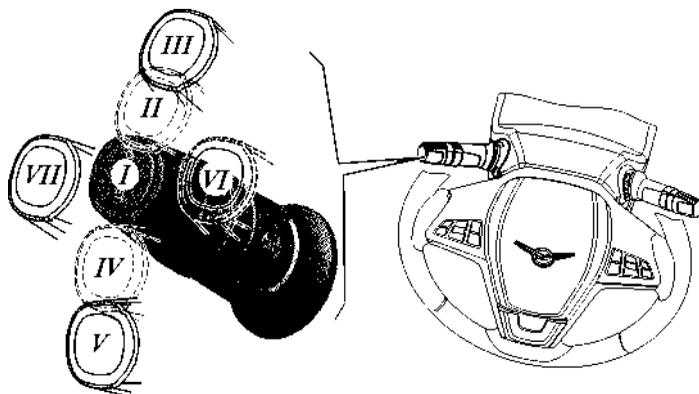

Рис. 3.8. Схема перемещения левого рычага подрулевого переключателя при управлении указателями поворота и света фар (наименование позиций см. в тексте)
**Переключатель указателей поворота и света фар** имеет следующие положения (рис. 3.8)